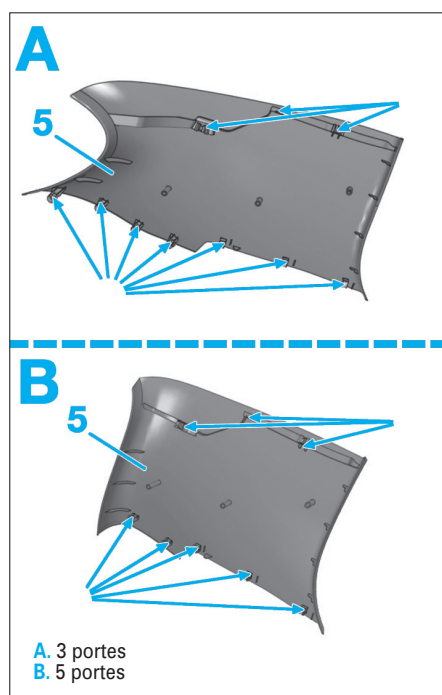

Fig. 67
- A l'arrière du véhicule, dégrafer avec précaution les garnitures de custodes arrière aux endroits indiqués (Fig.67).